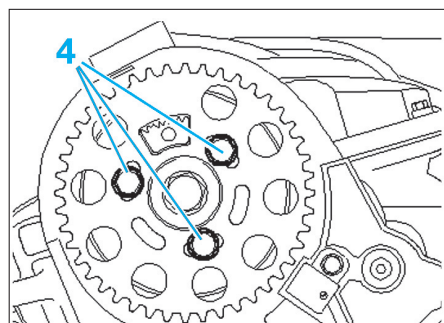

Fig. 12
- Desserrer les vis de fixation (4) du pignon d'arbre à cames jusqu'à ce qu'il soit possible de tourner le pignon d'arbre à cames dans les trous oblongs (Fig.12).